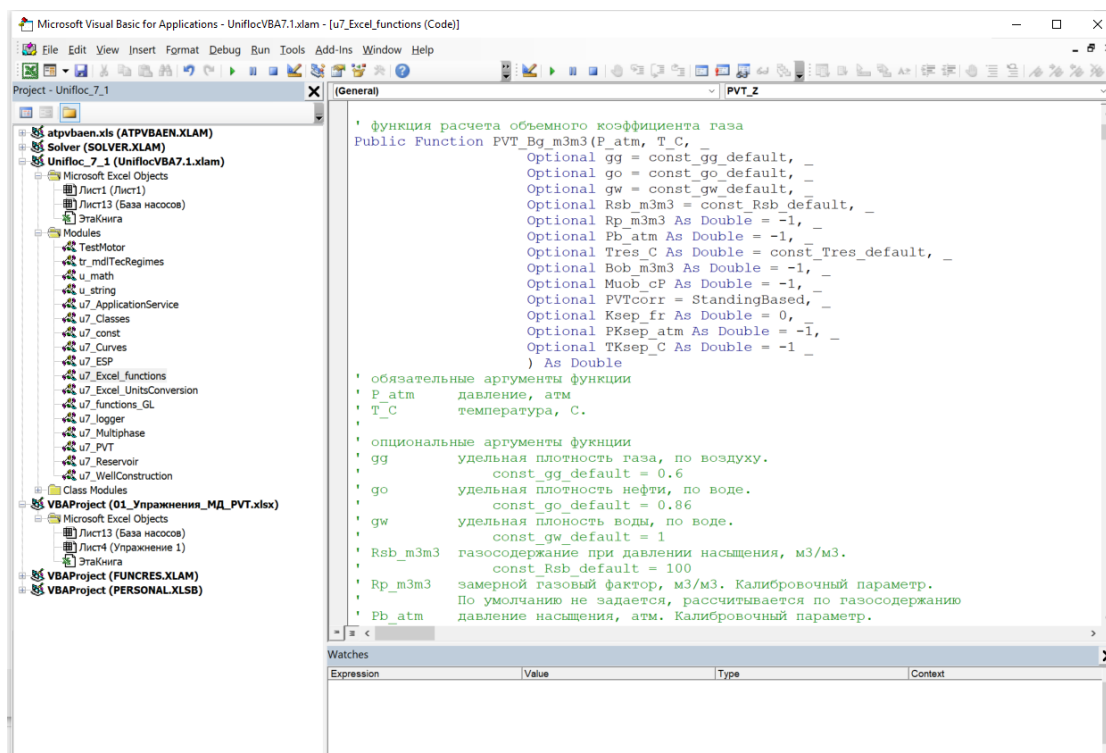

Рис. 2.1: Схема зависимости свойств флюидов
- Откроется новое окно с редактором макросов VBA (Рис. 2.1). Иногда в литературе окно редактирования макросов обозначают как VBE (Visual Basic Enviroment)